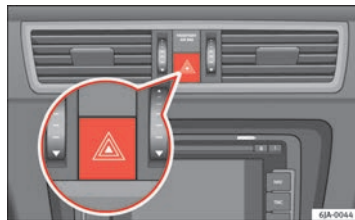

Abb. 58 Kombiinstrument: Schalter für Warnblinkanlage
- Drücken Sie den Schalter \triangle ⇒ **Abb. 58**, um die Warnblinkanlage ein- bzw. auszuschalten.